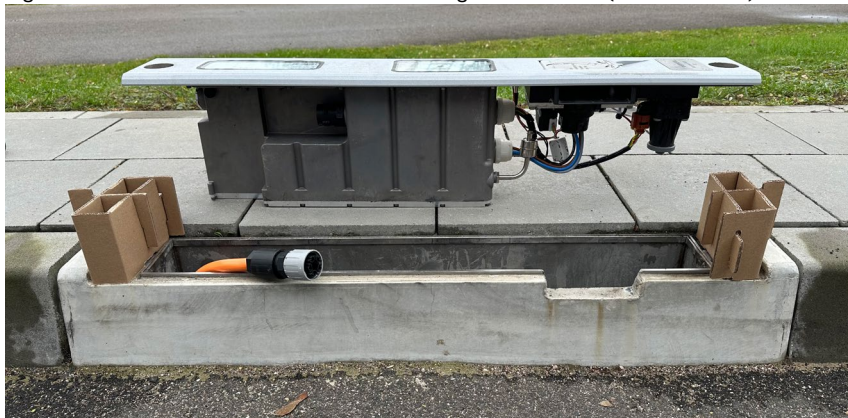

Abb. 35: Montageblöcke abstellen
- ▶ Stellen Sie die Montageblöcke rechts und links neben die Öffnung im Bordstein (siehe Abb. 35).